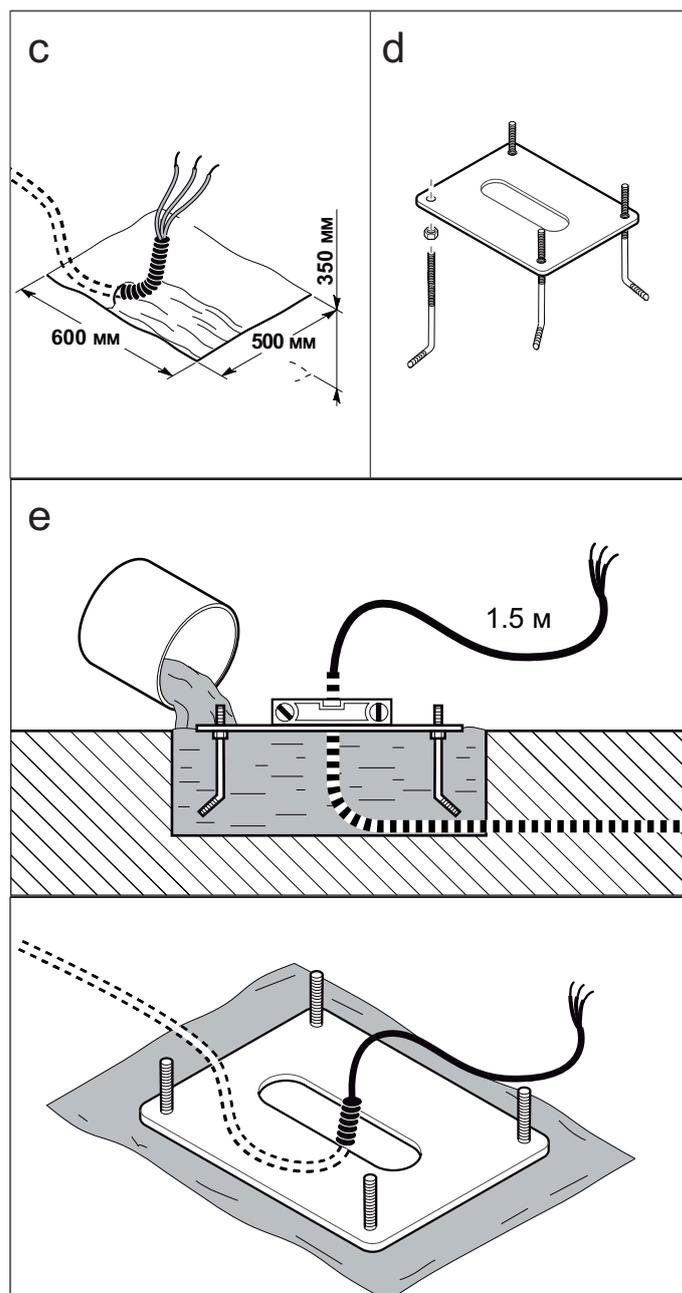

Рисунок 8 - Подготовка основания шлагбаума
- Выройте яму в соответствии с размерами указанными на **рис. 8с**. Подготовьте кабельные каналы для электропроводки **рис. 8е**.